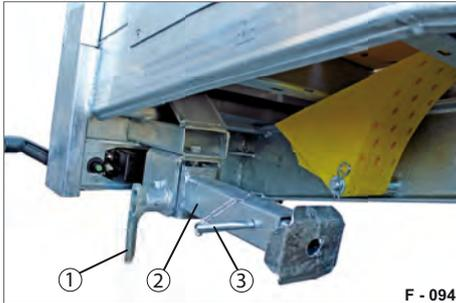

Abb. 66 Fahrstellung
- ▶ Vor Fahrtantritt prüfen, dass sich beide Klappstützen in Fahrstellung befinden (siehe Abb. 66).